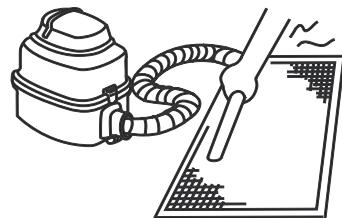

Figura 13.3
- In caso di utilizzo di aspirapolvere, il lato di aspirazione dell'aria deve essere rivolto verso l'alto (fare riferimento alla Figura 13.3).